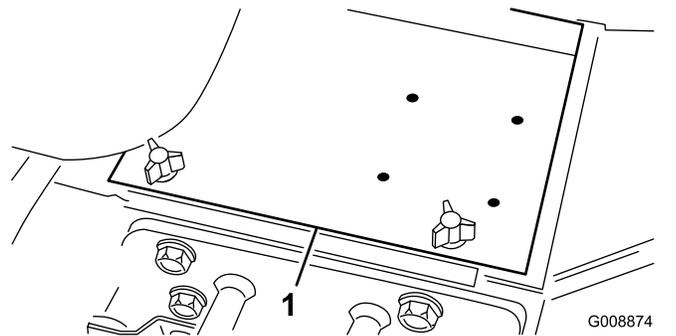

Рисунок 4
3. Снимите крышку аккумулятора (Рисунок 4).